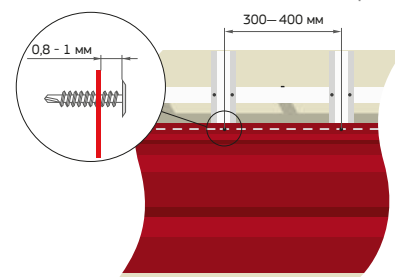

рис. 13
- расстояние между саморезом и панелью сайдинга 0,8-1 мм (рис. 13)
- расстояние между саморезами должно составлять 300-400 мм (рис. 13)